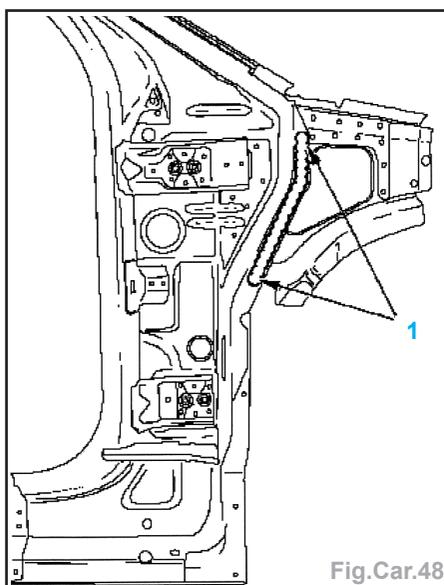

Fig.Car.48
- Déposer le montant A et appliquer la colle à structure pour carrosserie (protection anticorrosion, système d'étanchéité à coller) sur le montant A (pièce neuve) (1) (Fig.Car.48).